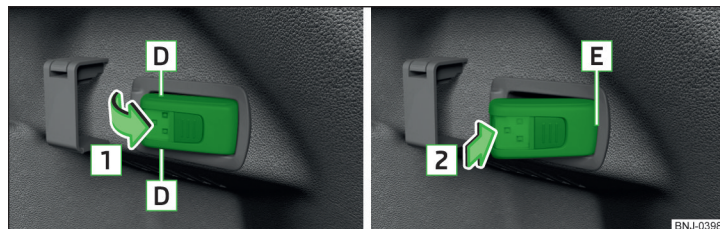

Fig. 117 Retirar la lámpara / Introducir la lámpara
► Para **retirar** la lámpara en la zona **D** y pivótela en el sentido de la flecha **1** » fig. 117.
► Para **colocar**, colocar primero la lámpara con la parte trasera **E** en el soporte » fig. 117 y luego presionar la lámpara en sentido de la flecha **2**, hasta que se escuche el sonido de encaje.